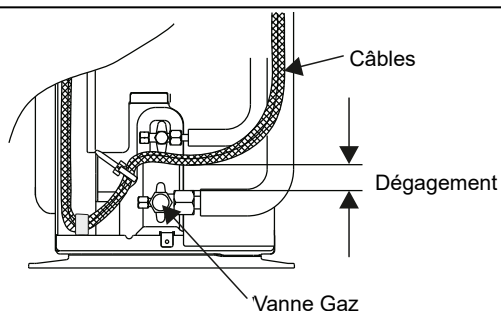

fig. 40 - Finalisation de la connexion de l'unité extérieure monophasée
- Utiliser la plaque de fixation pour tenir les câbles contre la plaque isolante (fig. 40).